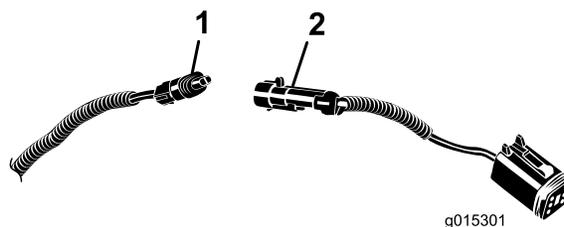

**図 6**
2. シートスライドからシートブラケットの右側を外して、シートスライドとシートブラケットとの間にコンソールのワイヤハーネスを通す隙間を作る**図 6**。
3. シートスライドとシートブラケットとの間にコンソールのワイヤハーネスを通す**図 6**。